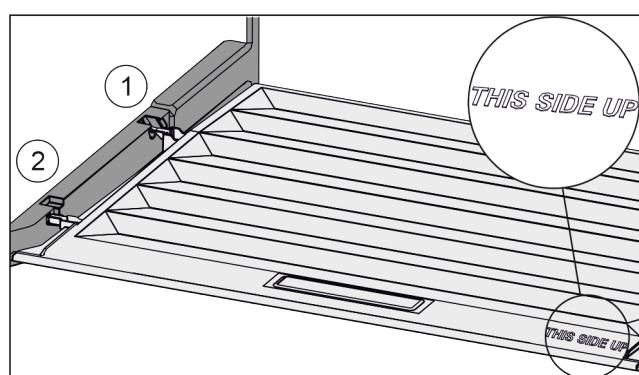

Fig. 44
- ▶ Вставьте поперечные ребра крышки через отверстие заднего держателя Fig. 44 (1) и защелкнуть спереди в держателе Fig. 44 (2).